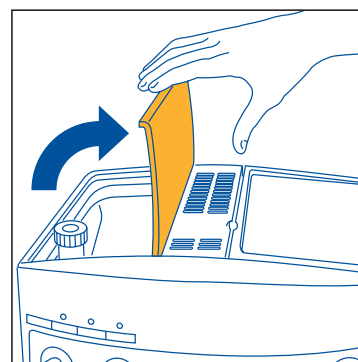

Fig. 2
- Abra la tapadera del recipiente de los granos de café (fig. 2).